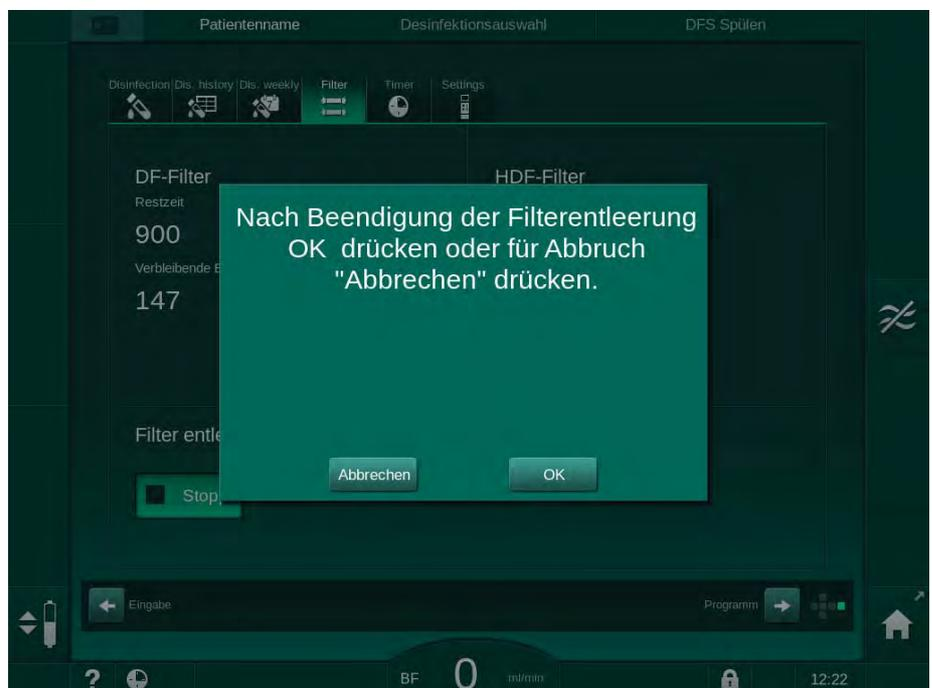

Abb. 7-3 Filterwechsel
14. *OK* im Filterwechselfenster (Abb. 7-3) berühren, um den Austausch der Filter zu bestätigen.